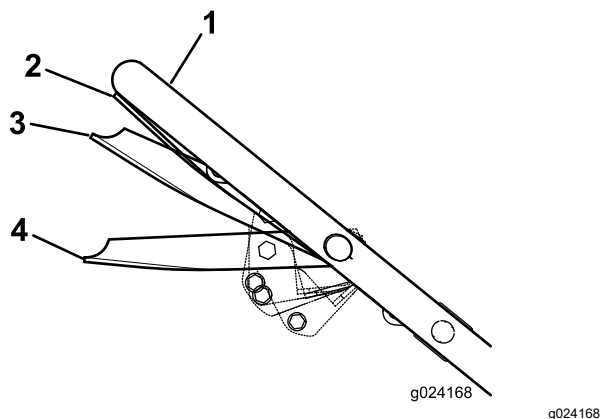

Figure 17
4. Maintenez la barre de commande de la lame à la position Marche/changement à environ 2,5 cm (1 po) sous le guidon (Figure 17).